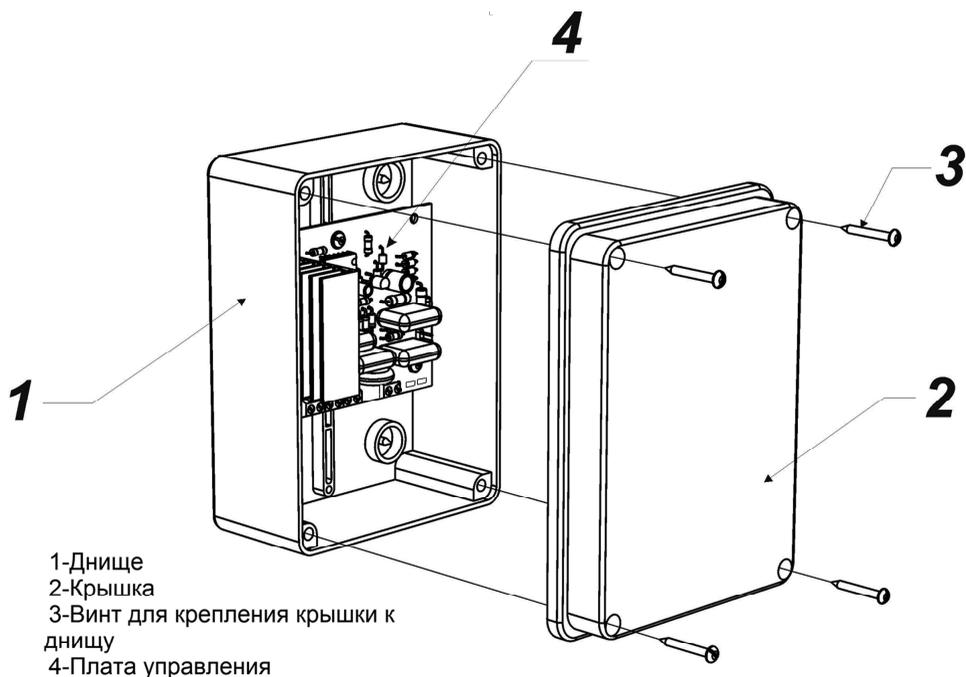

Рисунок 1 - общий вид изделия
Конструктивно изделие представляет собой модуль на печатной плате, размещённый в пластмассовом корпусе, состоящем из дна и крышки (см. рисунок 1). При открытой крышке осуществляется доступ к плате управления и сетевым колодкам.
- Уложите силикагель, плотно закройте крышку корпуса, убедившись в равномерном прилегании и зафиксируйте ее элементами крепления (см. рисунок 1).